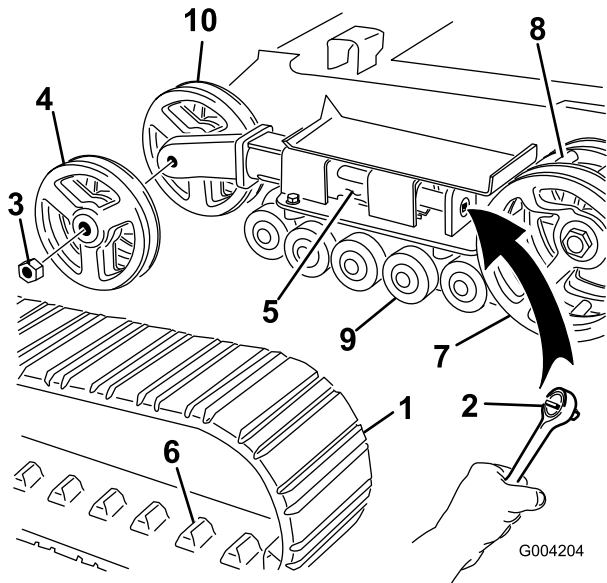

Figura 50
4. Utilizzando una chiave a tubo da 1/2 pollice, scaricare la tensione girando la vite di tensione in senso orario (Figura 48 e Figura 50).
5. Spingere la ruota di tensione verso il retro dell'unità in modo da spostare il tubo di tensione contro il telaio (Figura 50). (se non riesce a toccare il telaio, continuare a girare la vite di tensione fino ad ottenere il contatto).
6. Togliere il dado di fissaggio della ruota di tensione esterna e rimuovere la ruota (Figura 50).
7. Togliere il cingolo (Figura 50).
8. Togliere il dado di fissaggio della ruota di tensione interna e rimuovere la ruota (Figura 50).
12. Montare la ruota di tensione interna e fissarla con il dado tolto in precedenza (Figura 50).
14. Montate il nuovo cingolo, accertandovi che gli attacchi del cingolo si inseriscano tra i distanziali al centro della ruota conduttrice (Figura 50).
15. Montare la ruota di tensione esterna e fissarla con il dado tolto in precedenza (Figura 50).